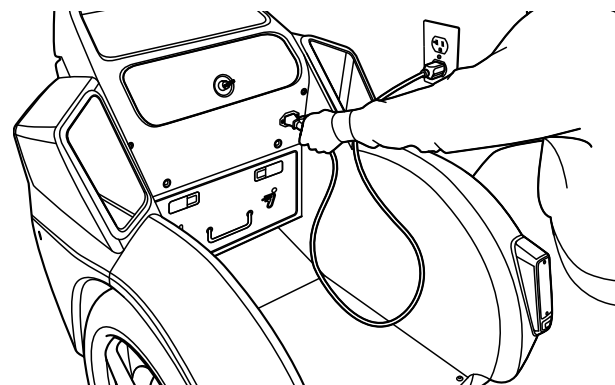

Ilustración 40: enchúfelo a una toma CA con una adecuada conexión a tierra
3. Conecte un extremo del cable de alimentación (incluido con el vehículo) a una toma de CA con conexión a tierra (100 V–240 V; 50 Hz–60 Hz). El cable de alimentación deberá contar con una toma a tierra adecuada (**ilustración 40**).